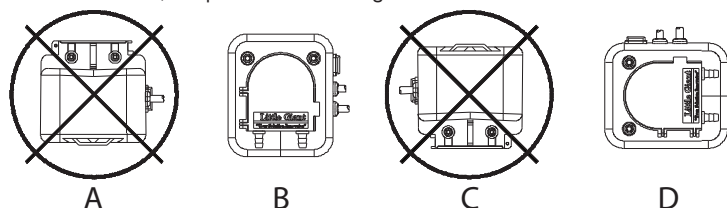
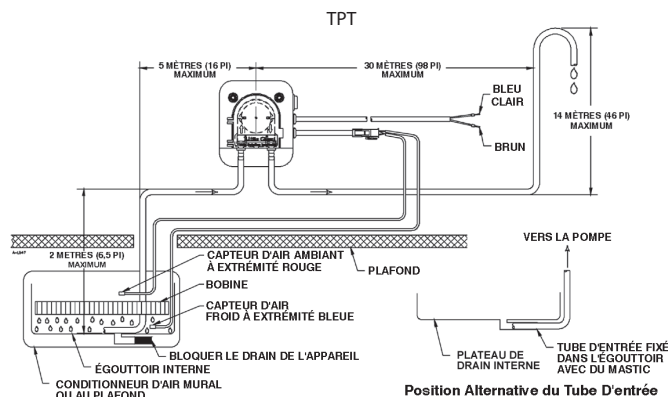

FIGURE 1
FIGURE 2
La pompe peut également être placée sur n'importe quel côté, sauf avec le rotor vers le bas (Fig. 1. C) ou vers le haut (Fig. 1. A). Raccorder la tuyauterie de 6 mm (1/4 po) (non fournie) à l'admission de la pompe indiquée par la flèche pointant vers le haut sur le couvercle transparent. Placer l'autre extrémité du tube d'admission dans le boyau de l'égoût et rendre hermétique au besoin ou placer le tube d'admission dans l'égoût, (tel qu'illustré à la figure 2). Éviter de tordre, plier ou écraser la tuyauterie. Relier un tube de 6 mm (1/4 po) (non fourni) de l'orifice de purge de la pompe vers un drain par gravité. Consulter la figure 2 pour obtenir les capacités maximales de tuyau d'évacuation verticale et horizontale.
Séries TPT (signal de température) POUR ASSURER UN FONCTIONNEMENT ADÉQUAT DE LA POMPE, BIEN VOULOIR SUIVRE CES INSTRUCTIONS : Connecter le fil brun à la phase principale (ligne) et le fil bleu à la phase neutre (commun) (Voir la figure 2). S'assurer que l'alimentation est coupée lors de la connexion du capteur de température à la pompe. Connecter le câble du capteur à la pompe en branchant la fiche à quatre (4) broches au câble correspondant sur la pompe. Deux fils de raccord présentent des capteurs à leurs extrémités, soit une extrémité bleue et l'autre rouge. Fixer le fil avec le capteur bleu du côté " froid " ou " sortie d'air " du serpentin d'évaporation et le capteur rouge du côté " chaud " ou " entrée d'air " du serpentin d'évaporation. (Voir la figure 2)